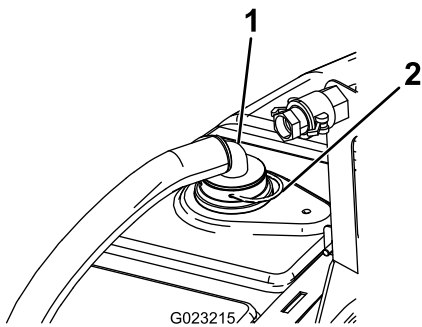

Figura 17
1. Montate l'estremità del flessibile con il raccordo a 90° sul diaframma precedentemente installato utilizzando un perno di ancoraggio (Figura 17).